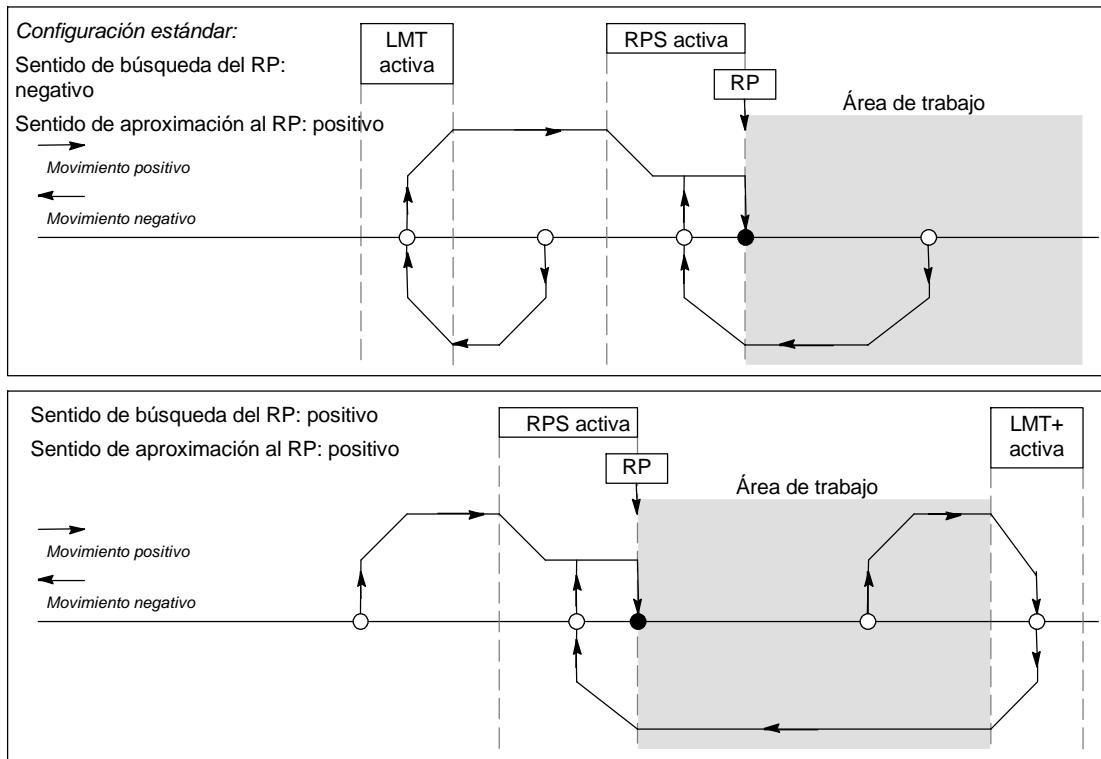

Figura 9-21 Modo 1 de búsqueda del RP
- La figura 9-21 muestra dos opciones del modo 1 de búsqueda del RP. En este modo, el RP es el punto donde se activa la entrada RPS en la aproximación desde el área de trabajo.